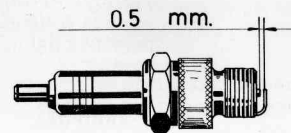

Fig. 28
**Limpieza.**—Limpiar con un cepillo metálico los electrodos y ajustar la distancia entre éstos, que debe de ser de 0,5 milímetros (ver fig. 28). Mirar el aislador de la bujía; si hay grietas o roturas, sustituirla.